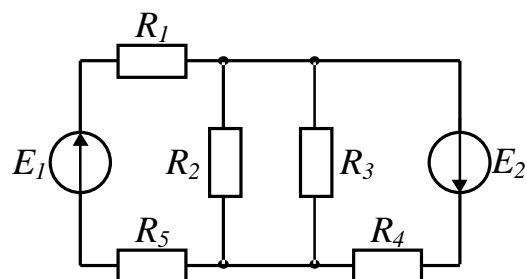

Рис. 1.27
**1.65.** Для схеми рис. 1.27 задані значення опорів  $R_1 = 2$  кОм,  $R_2 = R_4 = 5$  кОм,  $R_3 = 20$  кОм,  $R_5 = 4$  кОм. Визначити струми у вітках і скласти баланс потужностей, якщо  $E_1 = 300$  В,  $E_2 = 500$  В та  $r_1 = r_2 = 0$ .